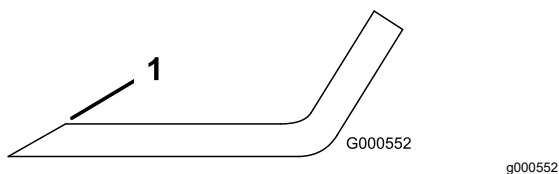

Figure 67
1. Au moyen d'une lime, aiguisiez les tranchants aux deux extrémités de la lame (Figure 67).
**Remarque:** Si la lame est déséquilibrée, limez un peu l'extrémité de l'ailette seulement (Figure 67).